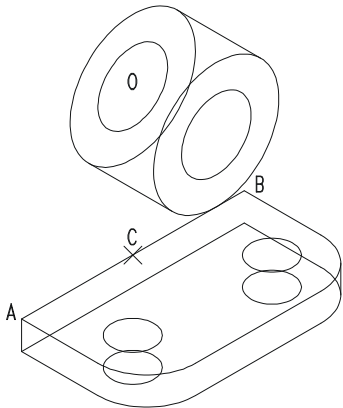

图 11-1-10
STEP 02 把上面画出的椭圆重复并移动一定距离, 然后用直线工具把它们连接起来, 如图 11-1-10 所示, 具体操作如下:
// 效果如图 11-1-10 所示
用 LINE 命令绘制直线两连接直线, 如图 11-1-10 所示